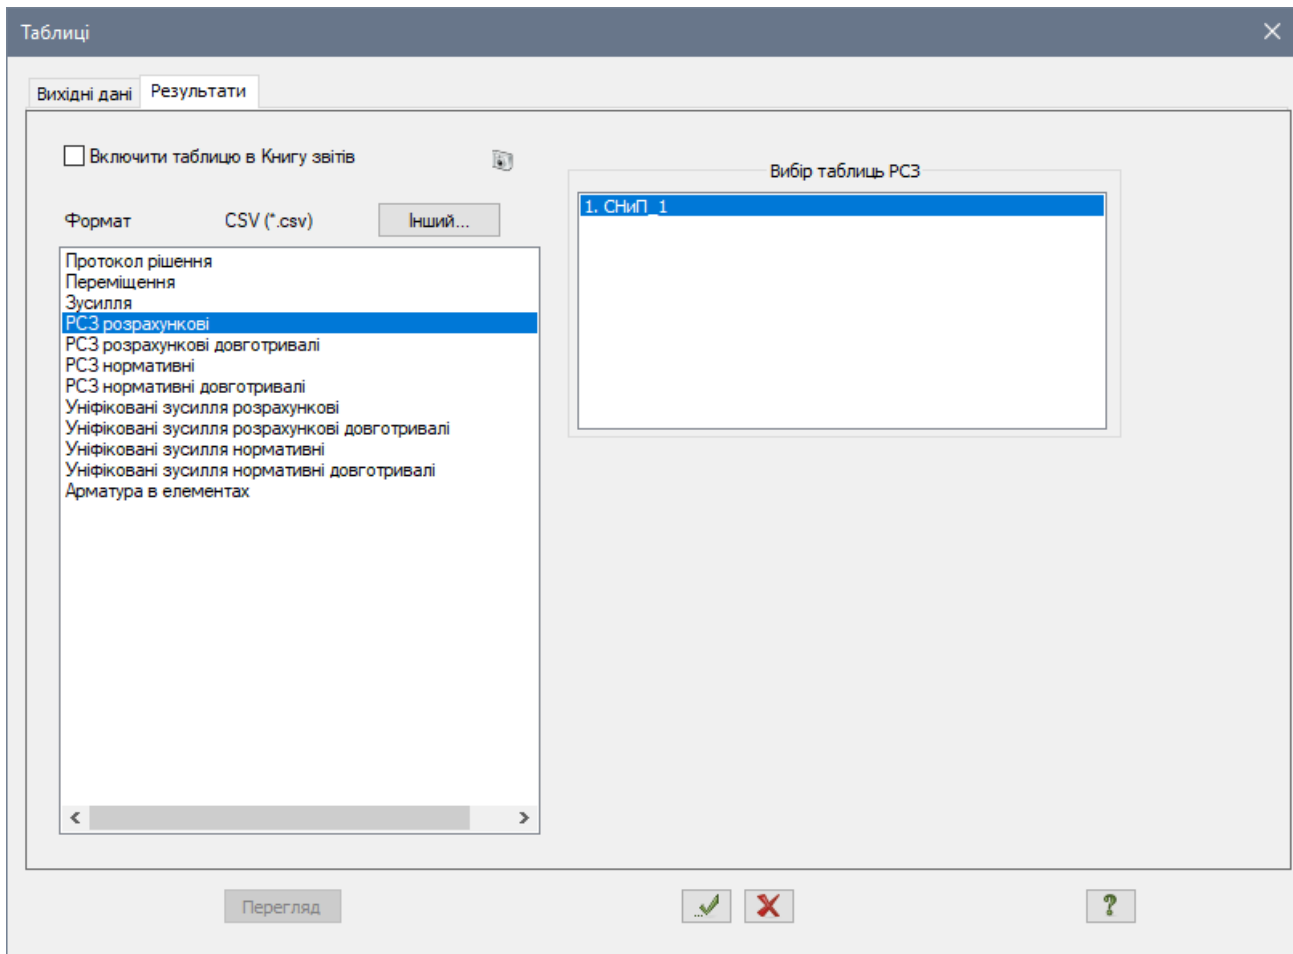

Рис. 18.19. Діалогове вікно **Таблиці**
- Після цього у діалоговому вікні **Таблиці** (рис. 18.19) виділіть рядок **PC3 розрахункові**.